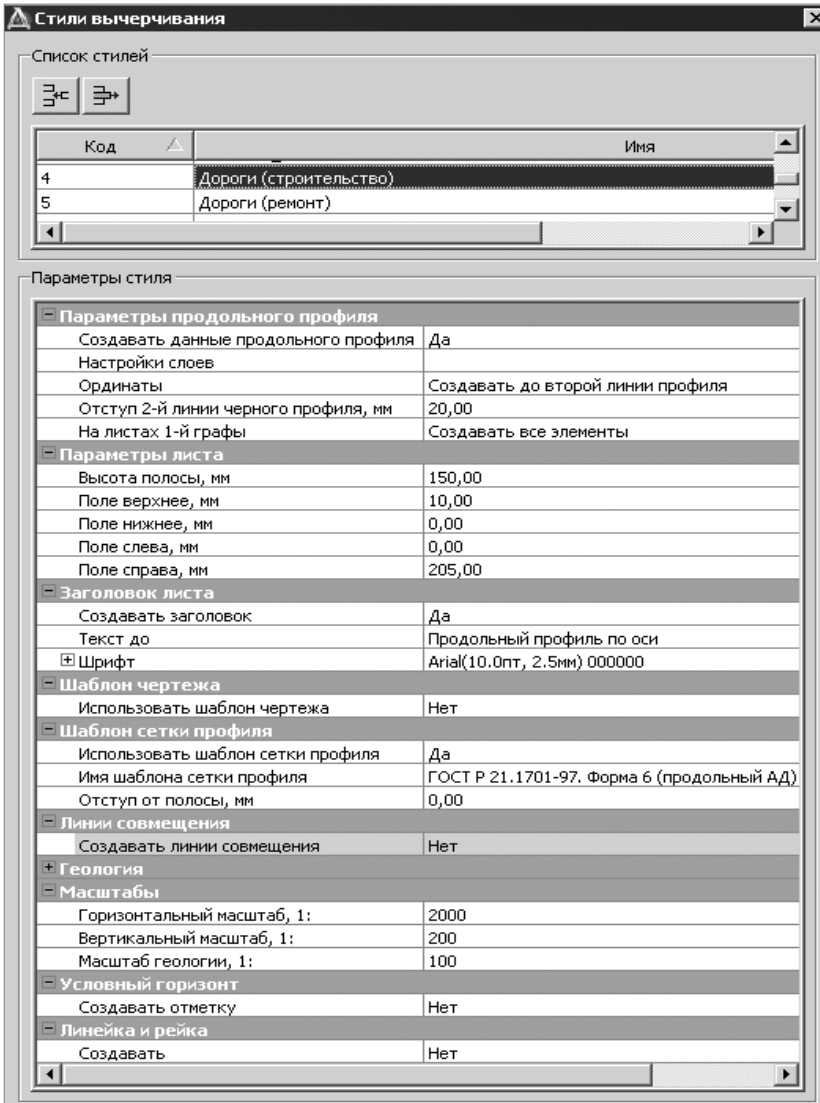

Рис. 29.2
Перед созданием чертежей продольного профиля можно выполнить настройку стилей вычерчивания. Стили создаются, редактируются, удаляются в отдельном диалоге **Стили вычерчивания** (рис. 29.2), который вызывается одноименной командой меню **Сетка чертежей профиля**.
В группе **Параметры листа** (рис. 29.2) задаётся высота полосы для размещения профиля. В соответствии с этой высотой профиль разбивается на фрагменты, которые автоматически смещаются по вертикали.
Он вызывается в поле одноименного параметра команды **Настройка** (кнопка  на локальной панели окна параметров) для методов **Листы чертежа** и **Листы чертежа с детализацией**. В диалоге **Общие параметры для графы** настраиваются те же параметры стиля вычерчивания (рис. 29.2).
2. В открывшемся диалоге в **Списке стилей** выберите стиль – *Дороги (строительство)* (рис. 29.2).